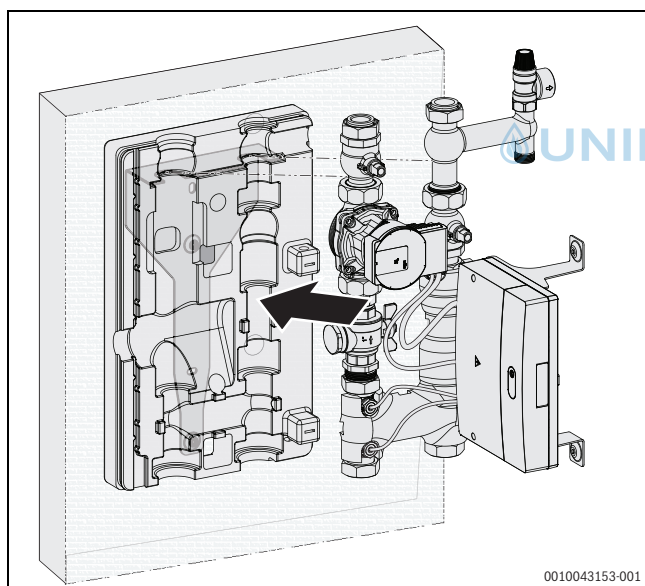

Bild 11 Inneneinheit in Wandhalterung montieren
- Wärmeschutz mit Inneneinheit auf die Wandhalterung montieren (→Bild 11).